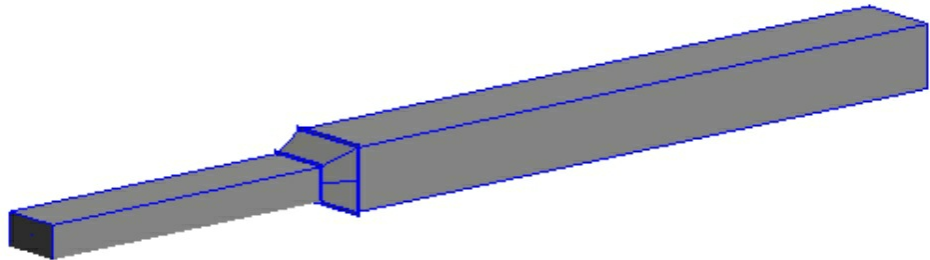

图2-111
(1) 在默认的情况下，风管对齐的方式是中心对齐，如图2-111所示。